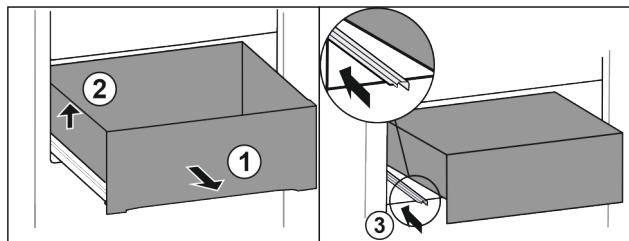

Fig. 17
- ▶ Вытяните выдвижной ящик до упора. Fig. 17 (1)
- ▶ Приподнимите выдвижной ящик слева. Fig. 17 (2)
- ▶ Вставьте левую направляющую. Fig. 17 (3)